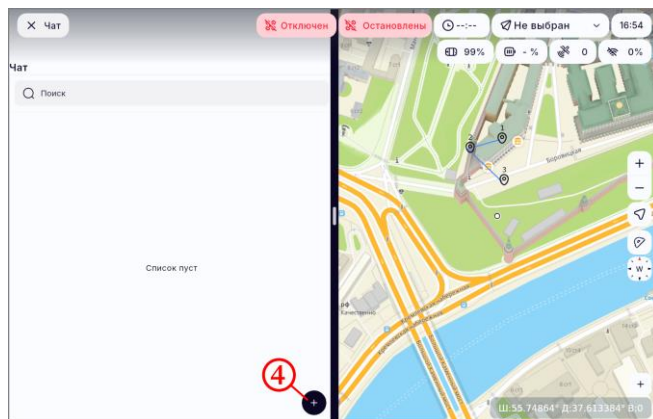

Рисунок 90
- на экране раздела чатов нажать на кнопку  (рисунок 90, шаг 4);